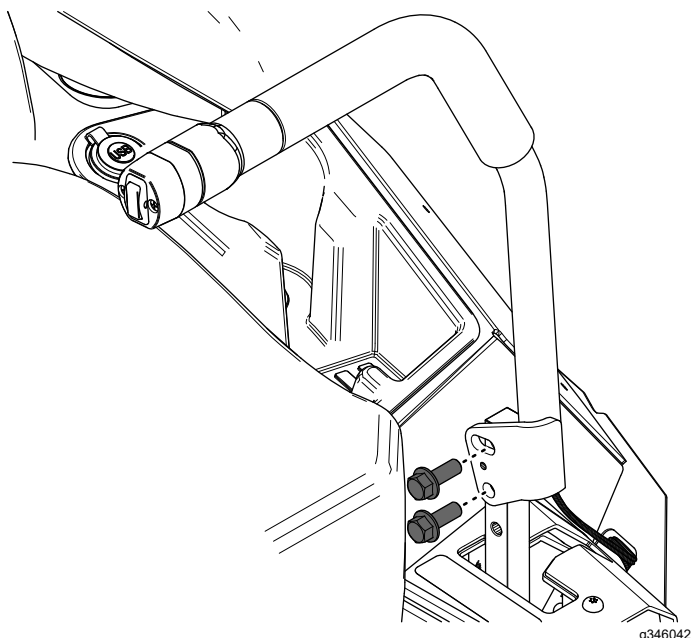

Figura 7
1. Fissate la nuova leva di comando del movimento sinistra servendovi dei 2 bulloni a testa flangiata ($\frac{3}{8}$ " x 1") rimossi in precedenza come mostrato nella Figura 7.